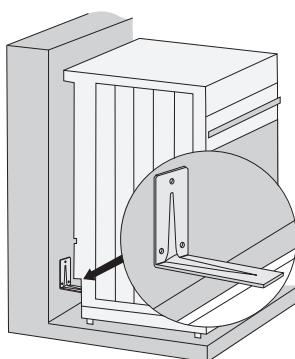

рис. 1
- Повністю відкривши дверцята духовки, розверніть петлі назад( рис. 1)
- Розмістіть короткий кінець кіноточка відповідно до позначки на стіні. Довший кінець кронштейна повинен торкатися верхньої поверхні профілю в задній частині приладу (рис. 1).